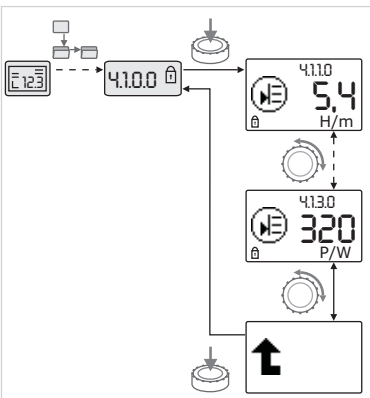

Fig. 37: Accesarea informațiilor
- Prin rotirea butonului roșu comandați elementele de meniu de tipul „Informații” ale submeniului actual (vezi fig.37). Pentru legenda setărilor reprezentate prin simboluri, vezi tabelul din capitolul 8.7 „Elemente de meniu de referință” la pagina 31.